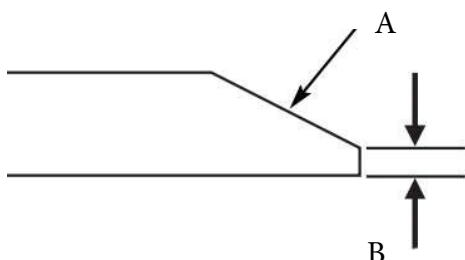

Рис. 12
6.10.3 Сохраняйте первоначальный угол заточки (А, Рис. 12) при шлифовке. **ЗАПРЕЩАЕТСЯ** менять угол заточки ножа.